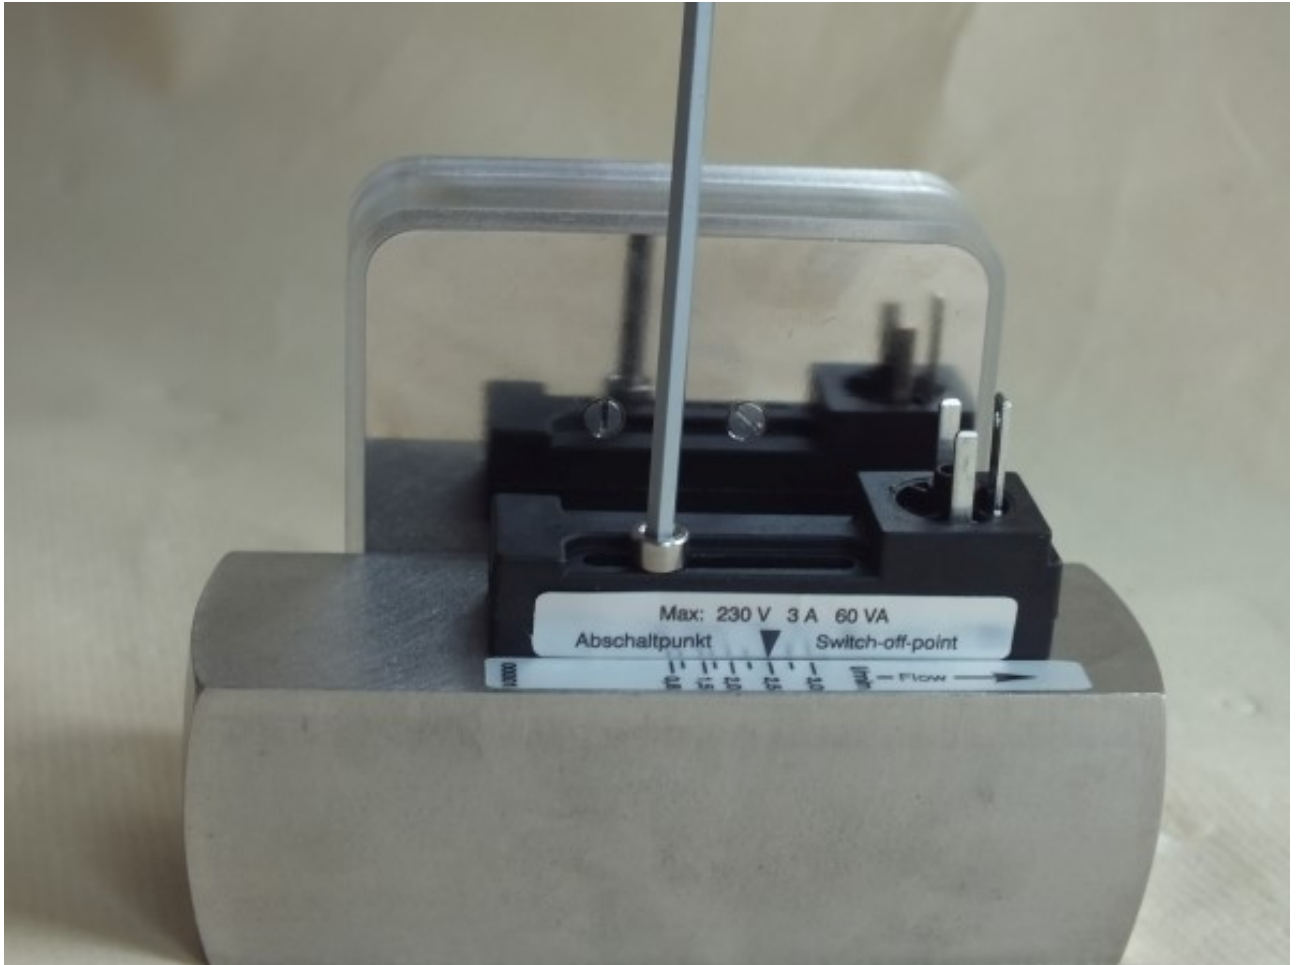

Abb. 68: Feststellschraube lösen
3. ➤ Lösen Sie die Feststellschraube (Abb. 68) des Schaltkontakts mit einem Sechskant-Schraubendreher.
10. ➤ Drehen Sie die Feststellschraube (Abb. 68/1) wieder fest. Beachten Sie dabei das Anzieh-Drehmoment (↔ Kapitel 11.1 „Anziehdrehmomente“ auf Seite 96)